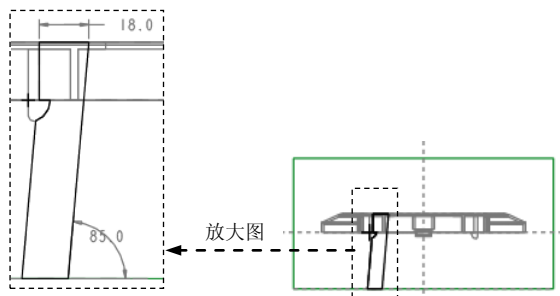
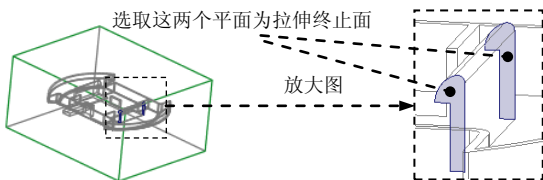

图 27.10 截面草图
图 27.11 选取拉伸终止面
Step3. 通过拉伸的方法创建第一个销体积块。单击 **编辑模具体积块** 操控板 **形状** 区域中的 **拉伸** 按钮，此时系统弹出“拉伸”操控板；右击，从系统弹出的菜单中选择 **定义内部草绘** 命令；选取 MOLD_RIGHT 基准平面为草绘平面，MOLD_FRONT 基准平面为草绘平面的参考平面，方向为 **左**。单击 **草绘** 按钮，进入草绘环境；进入草绘环境后，绘制图 27.10 所示的截面草图(使用“投影”命令绘制截面草图)。完成截面草图的绘制后，单击“草绘”操控板中的“确定”按钮；在操控板中单击 **选项** 按钮，在“选项”界面中将第 1 侧和第 2 侧深度类型都设为 **到选定项**，调整模型方位，选取图 27.11 所示的两个平面为拉伸终止面；在“拉伸”操控板中单击 **确定** 按钮，完成特征的创建。